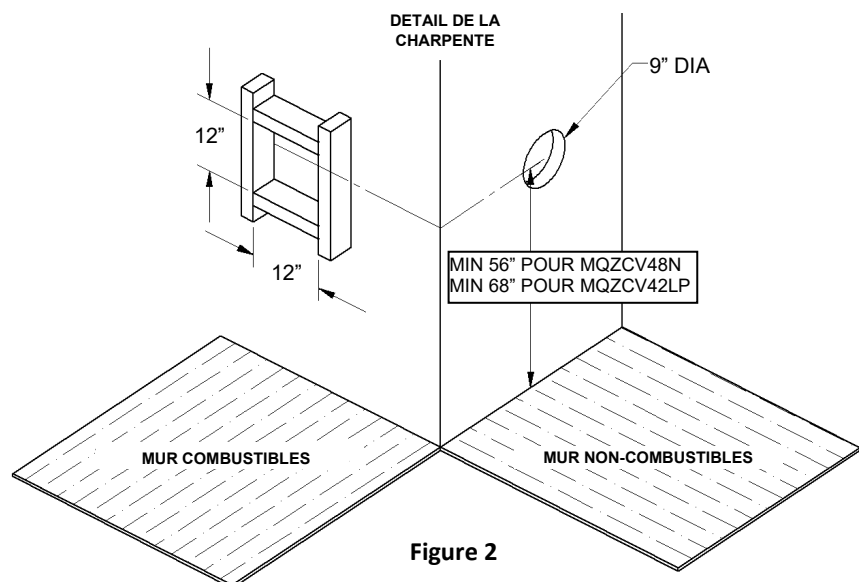

Figure 2
1. Pour déterminer la distance minimale entre le plancher du foyer et le centre de l'évent voir la page **Comment encastrer votre foyer**. Percez le mur en prévoyant un espace pour un manchon de 12po px12po (diamètre intérieur) pour les murs combustibles et un manchon de 9po de diamètre pour les murs non combustibles. (voir figure 2)
La longueur maximale est de 20p / 6.1m lorsque la longueur verticale est de 7pi / 2.1m (figure 2) N.B. : Pour chaque 12po de conduit horizontal il doit y avoir 1/4po de conduit vertical.